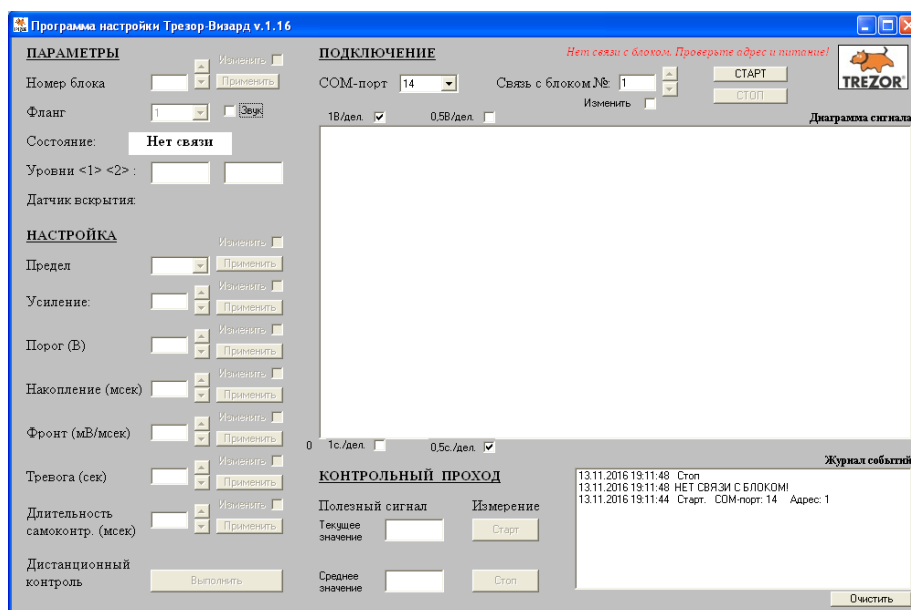

Рис. 5
4.1.6. При неудачном соединении (рис.5) проверьте правильность подключения соединительной линии, номер COM-порта и номера блока. Повторите попытку.